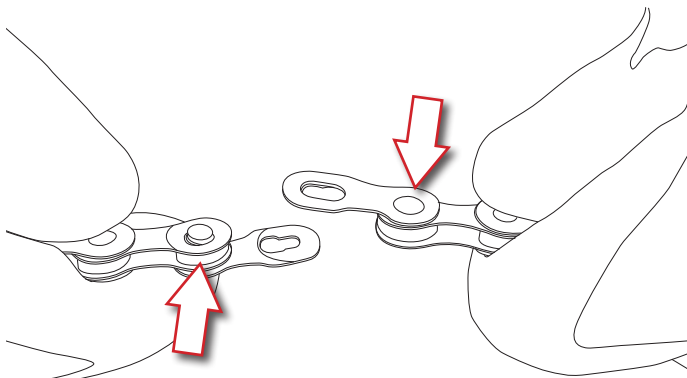

Fig.7
- Insérez chaque axe du C-Link™ dans les deux trous libres des maillons internes de la chaîne (Fig. 7).